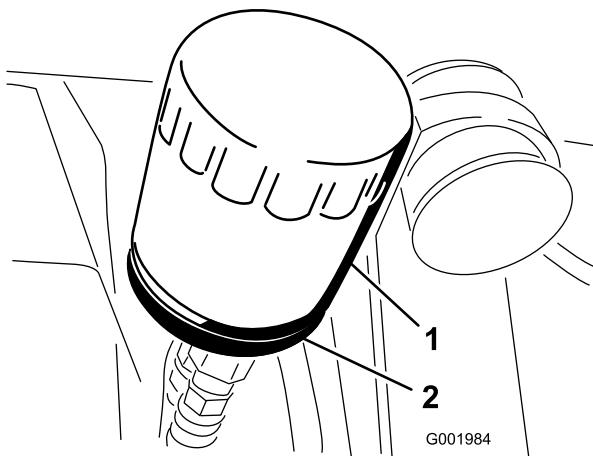

Figura 52
2. Retire o filtro do óleo (Figura 52).
- 5. Coloque o filtro de substituição no adaptador do filtro. Rode o filtro de óleo no sentido dos ponteiros do relógio até que a junta de borracha toque no adaptador do filtro e, em seguida, aperte o filtro mais 1/2 volta (Figura 52).